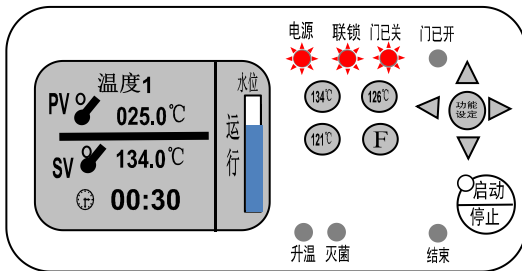

图 16
1. 按“功能设置”键进行确认。闭合上盖，将门开关手柄扳至●位置，灭菌器进入升温运行状态。（见图 16）